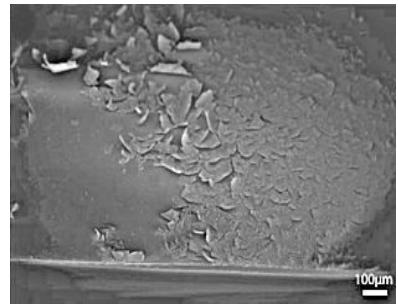

Рис. 3.
**4.** Поясните, как оптические свойства и прочность материалов **X** и **Y** связаны с их структурой? Устойчивы ли они к трецинам и точечным ударам? (2 балла) Почему при отсутствии стадии «б» микроструктура материала **Y** выглядит как на рис. 3. (1 балл)